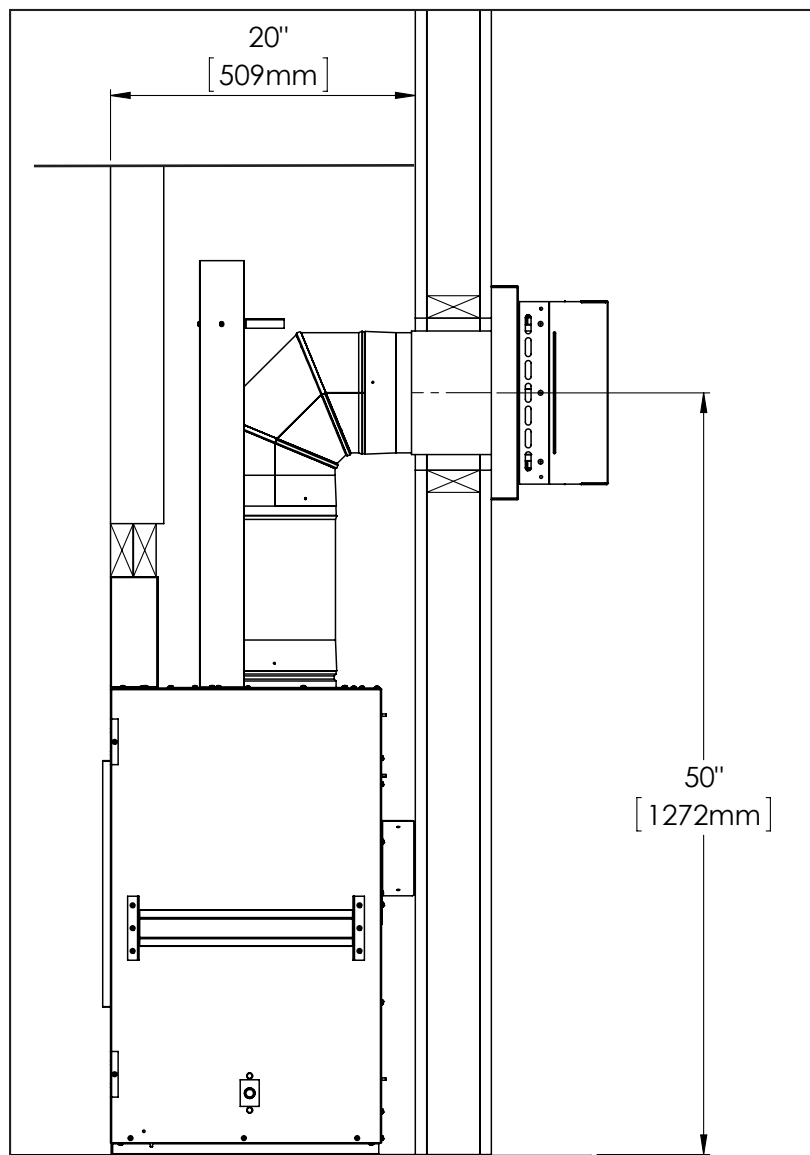

Figure 20: Ventilation Horizontale Minimale
Raporter vous à la Figure 20 pour une installation de menteau combustible, les mesures sont du bas de l'unité vers le bas de la Mantel. Voir Figure 21 pour plus de clarté.
Si l'ajout d'un manteau de cheminée à la C44, Veuillez noter la dimension critique illustrée à la figure 20. Il s'agit de dimension minimale selon la certification et doit être suivie.
**Manteau:** Il n'est pas nécessaire d'installer un manteau, mais s'il est souhaitée, suivez les directions comme illustré à la Figure 20.